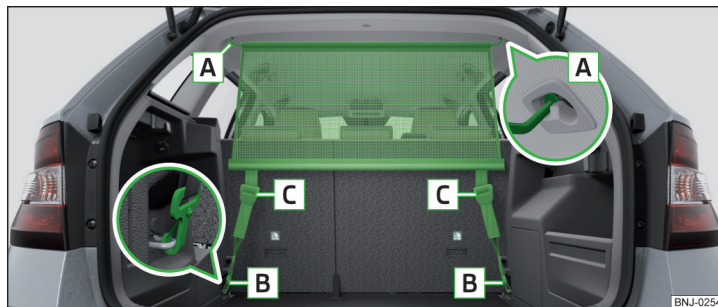

Рис. 98 Роздільна перегородка із сітки за задніми сидіннями
- Вставте поперечну штангу в кріплення **A** » Рис. 98 спочатку з одного боку і притисніть її вперед. Аналогічним чином вставте в затискач **A** поперечну штангу з іншої сторони автомобіля.